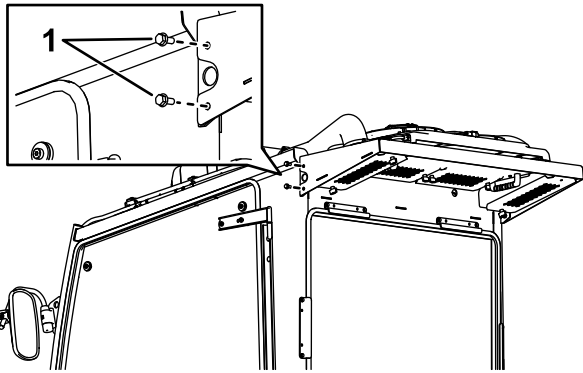

Figura 4
- Retire los 2 tornillos situados detrás de la puerta izquierda de la cabina, como se muestra en la Figura 4.